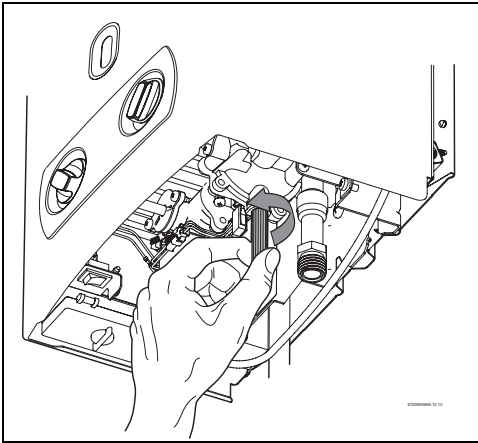

Рис. 11 Витн слива воды
- ▶ Ослабить винт слива воды на приборе (→Рис. 11).